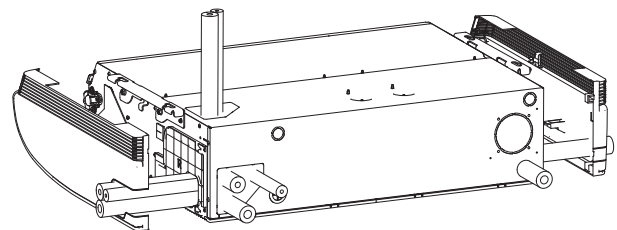

Fig. 3-18
- As posições das ligações da tubagem de refrigerante são mostradas na figura abaixo. (A tubagem pode ser encaminhada em 3 direcções.) (Fig. 3-18)
* Se o tubo de drenagem for encaminhada através do lado esquerdo, refira-se à Fig. 3-18 e siga o procedimento acima para instalar o tubo flexível. Recoloque o obturador de borracha, retirado antes, no lado direito.